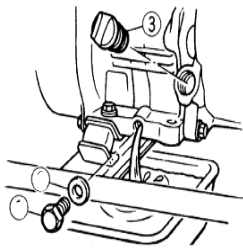

Рис. 23
**2) ЗАМІНА МОТОРНОЇ ОЛИВИ (Рис. 23)**
2. Зніміть кришку горловини для заливання оливи (Рис.23).
3. Поставте піддон для збирання оливи під двигун. Зніміть пробку для зливання оливи в такий спосіб, щоб оливу можна було злити в повному обсязі (Рис.23).